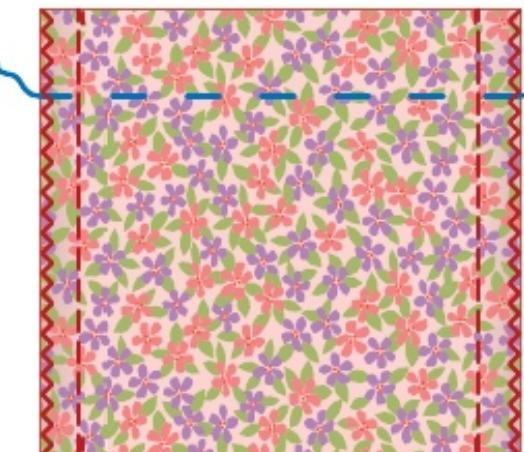

Рис. 104. Обработка боковых срезов юбки
5. Стачивают второй боковой срез от нижнего среза до размеченной ниткой линии сгиба. Выполняют закрепку. Оставшуюся часть (участок цельнокроеного пояса-кулиски) стачивают стежками 4 мм (рис. 104). Ширина шва — 15 мм.